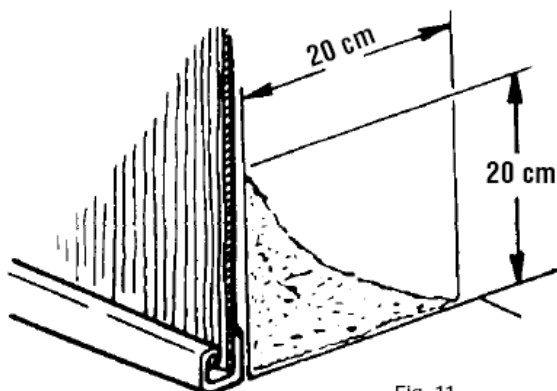

Fig. 11
7. Skotta upp jord till den inre jordvallen (Bild 11)